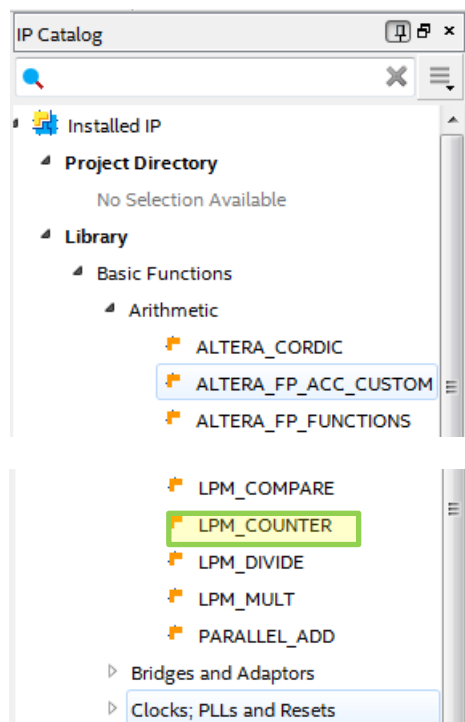

Рис. 16 Окно **IP Catalog**
4.1. В окне **IP Catalog** в разделе **Library->Basic Functions->Arithmetic** выберите мегафункцию **LPM_COUNTER** (рис. 16) и нажмите кнопку «+ADD».